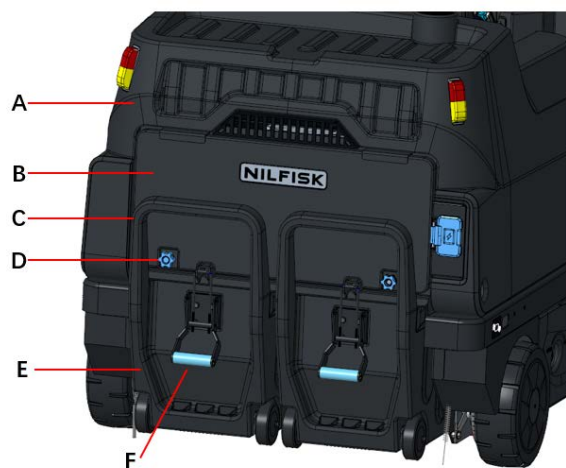

Figure 62
3. Ouvrez le couvercle (A, figure 62)
4. Désengagez le loquet (F, figure 62) en tirant sur son extrémité inférieure.
5. Retirez la trémie (E, figure 62) en la dégageant des guides internes à l'aide de la poignée (C, figure 62).
6. Dévissez les boutons (D, figure 62) et retirez le couvercle du compartiment du filtre (B, figure 62).